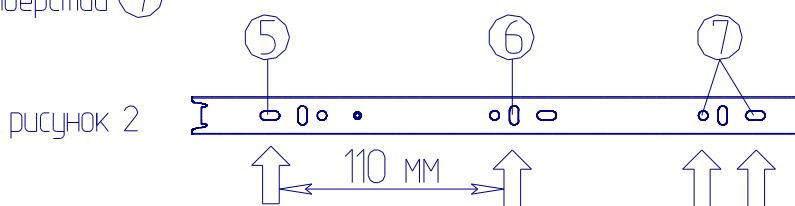

рисунок 2
### Крепление направляющей к боковой стенке ящика (рисунок 2):
2. Прикрепить направляющую к боковым стенкам ящика с помощью шурупов 3,5x13 через отверстия (5) и (6)\* (рисунок 2)